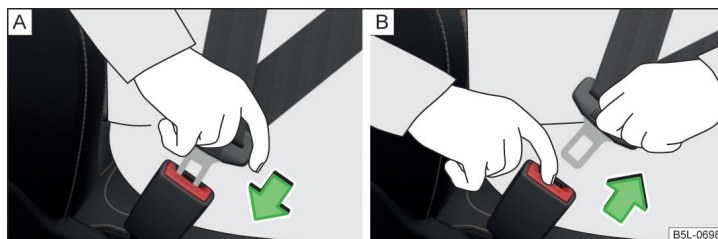

Fig. 6 Fixarea sau desfacerea centurii de siguranță
- Introduceți clema de fixare în catarama aferentă a centurii de siguranță » fig. 6 - A până când se fixează cu un declic.
» fig. 6 - , limba centurii sare afară.